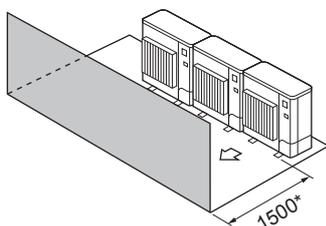

Fig. 2-10
- ③ Окружающие предметы - только спереди (Fig. 2-10)